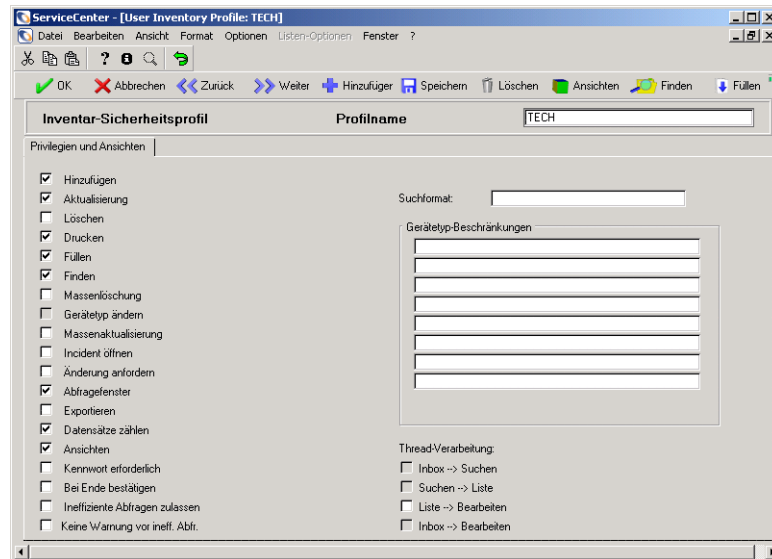

Abbildung 7-16: ICM-Sicherheitsprofil
- 1 Wählen Sie das vorhandene Profil **TECH** aus (siehe Abbildung 7-16).